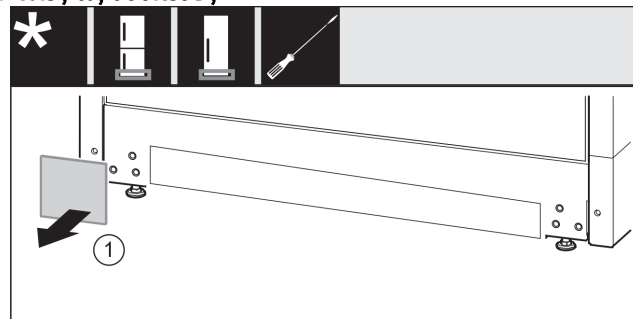

Fig. 24
- ▶ Αφαιρέστε το κάλυμμα. Fig. 24 (1)